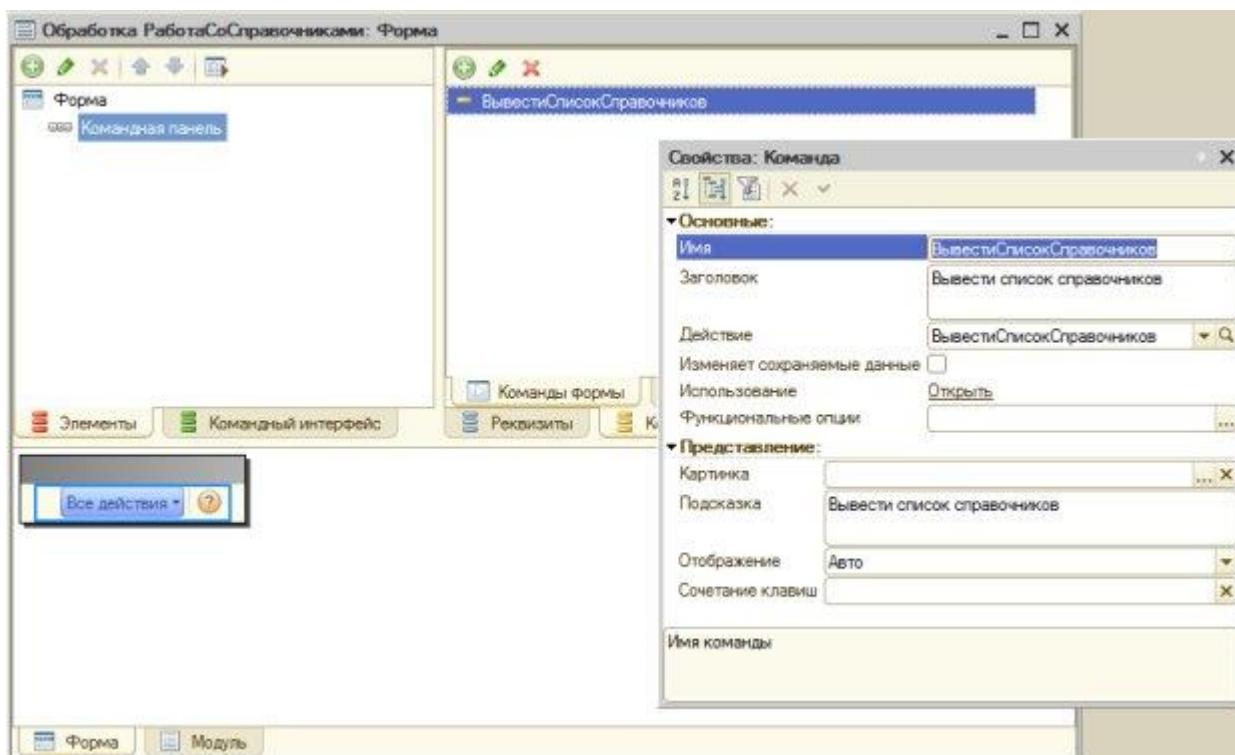

Рисунок 8.4- Настройка команды
4. Список команд формы пуст – нам нужно создать собственную команду. Нажмем на кнопку **Добавить** в верхней части панели **Команды формы**, назовем ее **ВывестиСписокСправочников**, в окне свойств команды нажмем на кнопку с увеличительным стеклом в поле свойства **Действие** – в модуле формы будет создана процедура для этой команды, Рисунок 8.4.